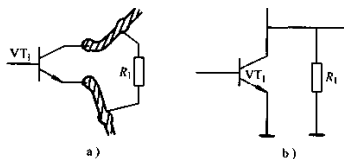

图 1-9 测量阻值分析示意图
4) R 远小于所测电阻器的标阻值，但也远大于 0Ω ，约为几千欧。这样情况下也不能准确说明所测电阻器存在阻值变小现象，如图 1-9 可以说明这一点。